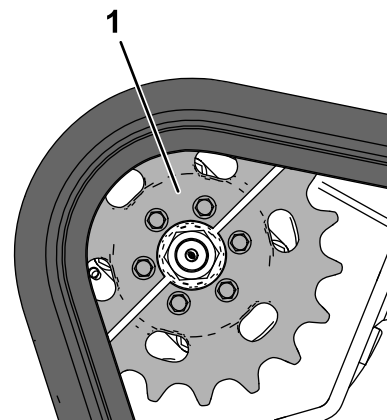

Figura 60
2. Parcați maina pe o suprafață plană, asigurându-vă că numai o jumătate de pinion este cuplată cu enila (Figura 60).